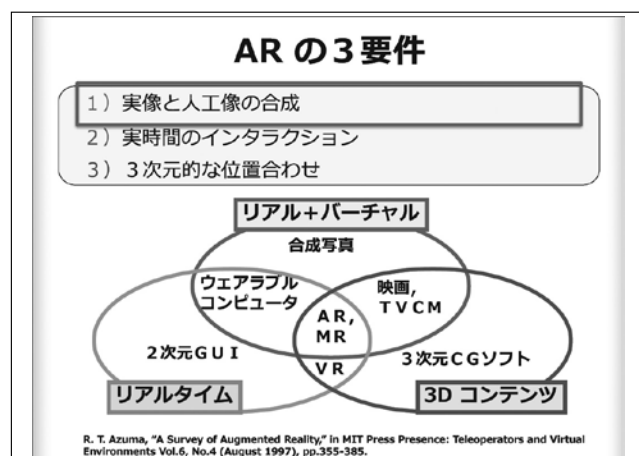

図3 ARの3要件
T.Azumaが論文で定義したARの3要件というものがあります(図3)。**①リアル+バーチャルつまり合成写真、②リアルタイムつまり2次元GUI(グラフィカルユーザーインタフェース)、③3Dコンテンツつまり3次元CGソフトのことです。**①と②を合わせればウェアラブルコンピュータ、②と③ならVR、①と③なら映画やテレビ、CM、そして3要件全て合わさるとARやMRになるという考え方です。しかし、それぞれに解決すべき問題があります。